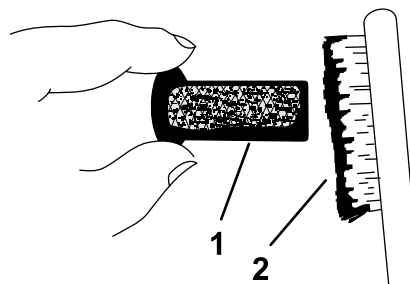

Figura 69
3. Limpie el parachispas con un cepillo de alambre y sumérjalo en disolvente si es necesario (Figura 69).